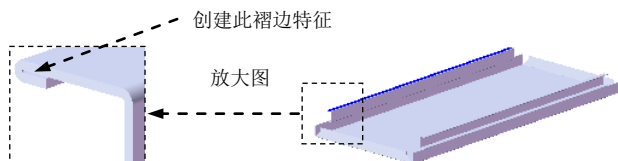

图 17.9.30 创建褶边 2
Step13. 创建图 17.9.30 所示的褶边 2，详细操作过程参见上一步。